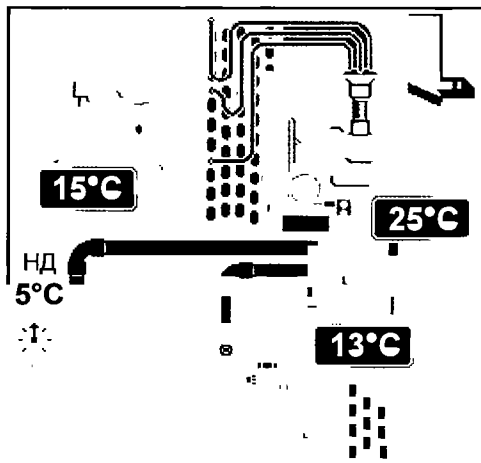

Рис. 83.3.
На испарителе, охлаждающем воздух за счет непосредственного кипения хладагента (см. рис. 83.3), номинальные рабочие параметры запомнить очень просто, если знать “правило 10 К”:
- ▶ Перепад температур по воздуху на испарителе составляет не более 10 К (в примере на рис. 83.3 это $25^{\circ}\text{C} - 15^{\circ}\text{C} = 10\text{ К}$).